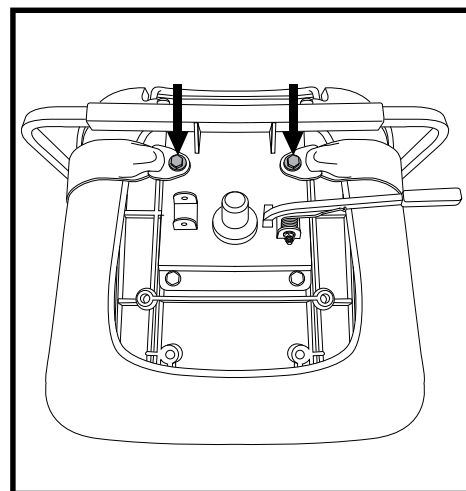

Abb. 29. Befestigungsschrauben des Rückhalteturses
2. Sitz umdrehen, um die Unterseite einzusehen. **Siehe Abb. 29.**